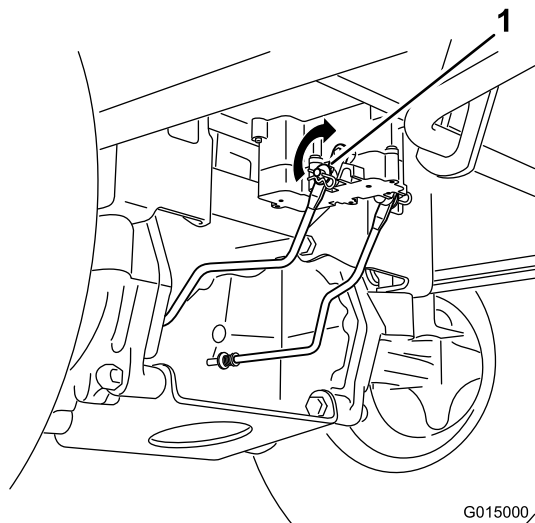

Figura 48
1. Individuate l'albero sul freno elettrico in cui sono collegati i bracci di attacco del freno (Figura 48).